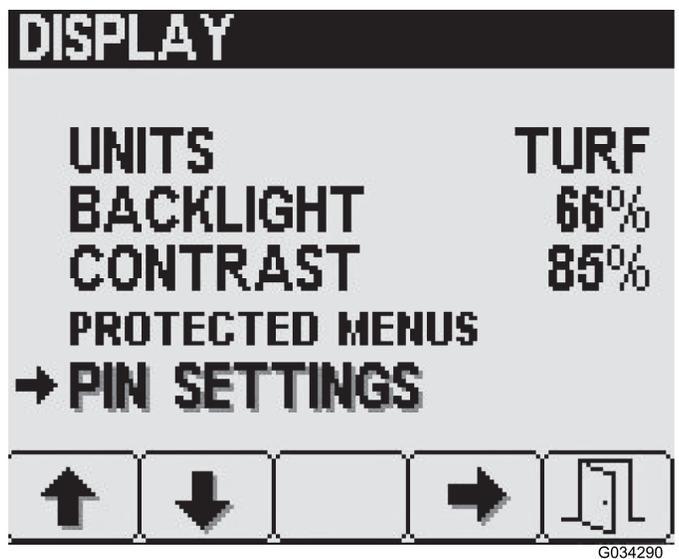

Figura 31
1. En la pantalla del menú Mostrar, pulse el botón 2 para desplazarse a la opción Ajustes de PIN, y pulse el botón 4 para seleccionar Ajustes de PIN (Figura 31).
1. En la pantalla Ajustes de PIN, pulse el botón 2 para desplazarse a la opción Cambiar PIN, y pulse el botón 4 para seleccionar Cambiar PIN (Figura 31).